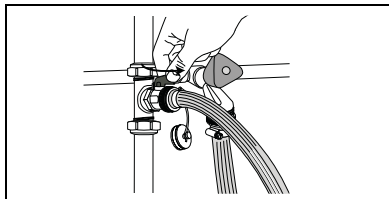

fig. 7 Vullen van de cv-installatie
- Sluit de slang aan op de vulkraan onder het cv-toestel (fig. 7).